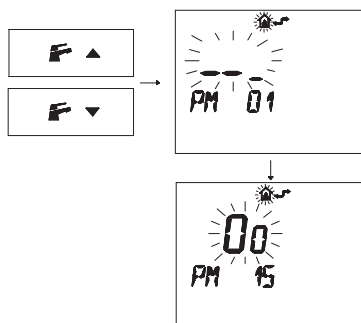

Figura 5.41
- Premere i pulsanti  o  per visualizzare la programmazione "PM15" abilitazione della sonda esterna (Figura 5.41).